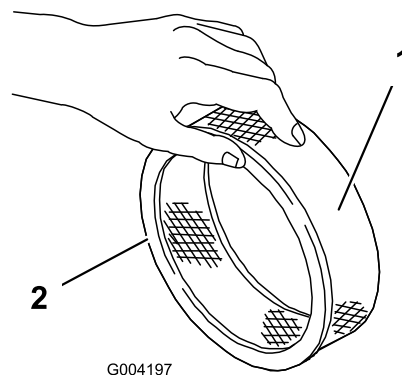

Figura 42
5. Verifique se o filtro de papel tem rasgões, película de óleo ou o vedante de borracha danificado (Figura 42).
1. Faça deslizar cuidadosamente o filtro prévio de esponja para o filtro de papel (Figura 42).